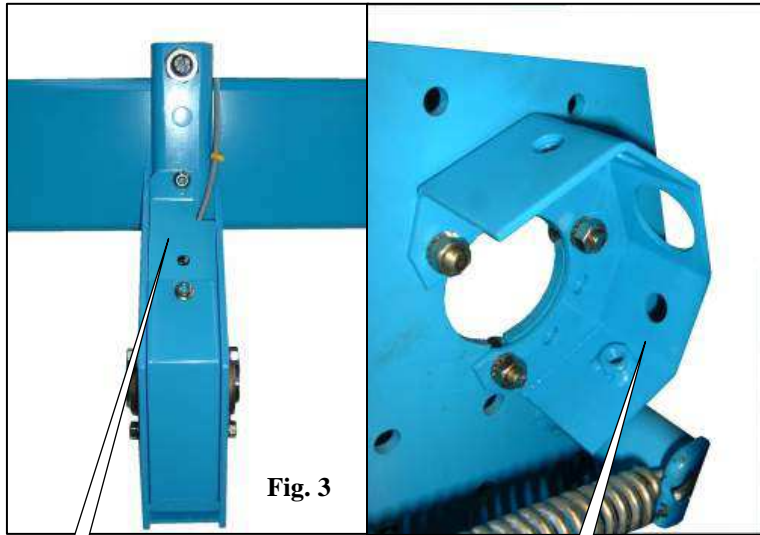

Fig. 3
- Montieren Sie die Zelle C (Abb. 3, 4 und 5) mit Hilfe der beiden Senkschrauben D (Abb. 3, 4 und 5).
- Monteer cel C (fig.3, 4 en 5) met behulp van twee schroeven met verzonken koppen D (fig. 3, 4 en 5).
Montar la célula C (fig. 3, 4 y 5) con los dos tornillos de cabeza ranurada D (fig. 3, 4 y 5).
- Montare la cellula C (fig. 3, 4 e 5) con le due viti a testa fresata D (fig. 3, 4 e 5).
- **Sur NC et NG+**, monter la boîte à capteur E (fig. 3) sur la poutre du châssis à l'aide de la bride et des écrous fournis.